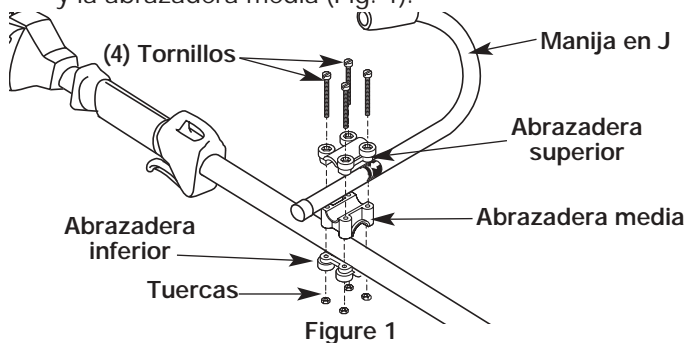

Figure 1
1. Coloque la manija en J entre la abrazadera superior y la abrazadera media (Fig. 1).